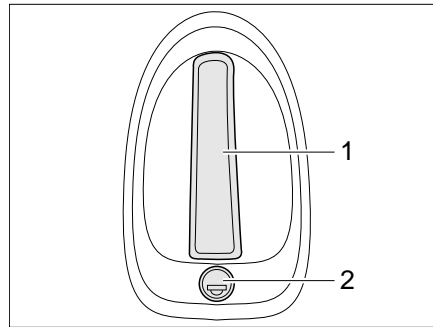

Bild 27 Klappenschloss Heckklappe, außen
- Schlüssel in Schließzylinder (Bild 27,2) stecken und drehen, bis das Klappenschloss entriegelt ist.
- Am Griff (Bild 27,1) ziehen. Die Heckklappe ist geöffnet.
- Schlüssel in Schließzylinder (Bild 27,2) stecken und drehen, bis das Klappenschloss verriegelt ist.